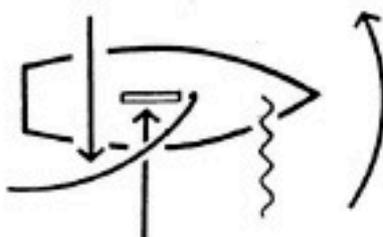

Fig. 14
- b) Quand on choque l'écoute de foc (le foc se met en drapeau) C'est le contraire qui se produit. Le bateau **LOFFE** (Fig.14), le vent agissant sur la seule grand voile.